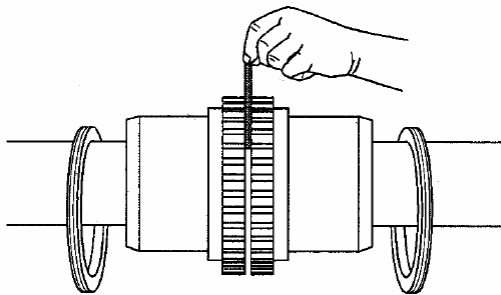

FIGURA 7C – UTILIZACIÓN DE LA BARRA ESPACIADORA
- Utilice una barra espaciadora del mismo espesor que la brecha especificada en la Figura 7C. Inserte la barra, como se muestra más abajo, a la misma profundidad a intervalos de 90° y mida la distancia entre la barra y la superficie del cubo con calibradores de espesores. La diferencia entre las mediciones mínimas y máximas no debe superar los límites de instalación angular que se muestran en la Figura 7H.